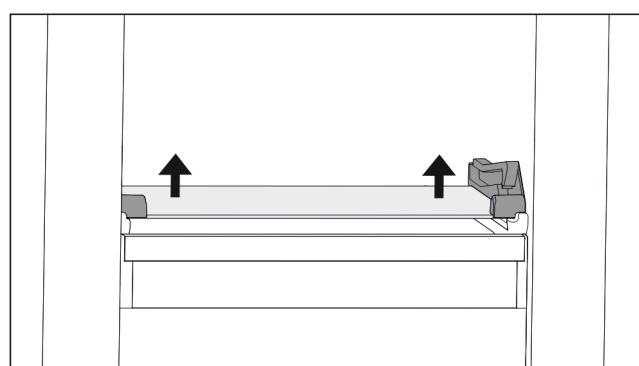

Fig. 131 Стеклянная пластина откидного выдвижного ящика
- ▶ Нажмите на стеклянную пластину снизу вверх с обеих сторон. (см. *Fig. 131*)